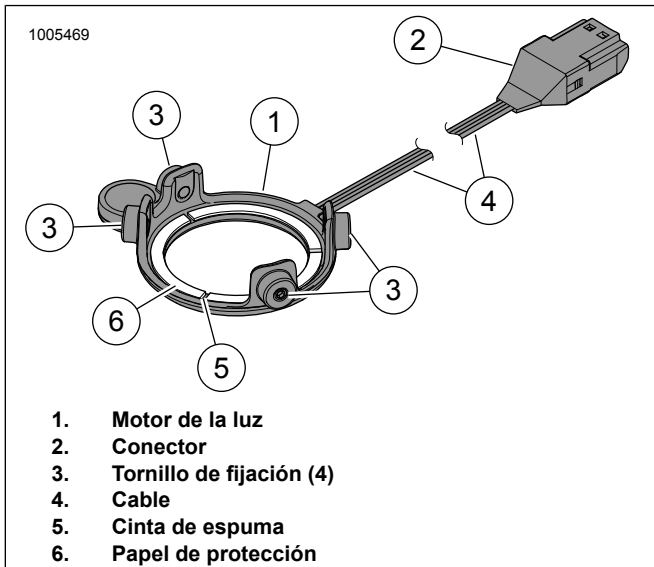

Figura 20. Luz LED, Altavoz Stage I de la alforja
11. Consulte la Figura 20. Quite el papel de protección (6) de la cinta de espuma (5) en la parte posterior del motor de la luz (1).